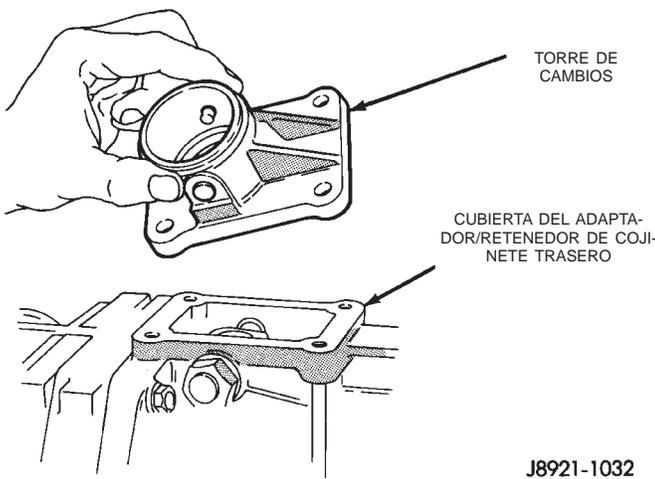
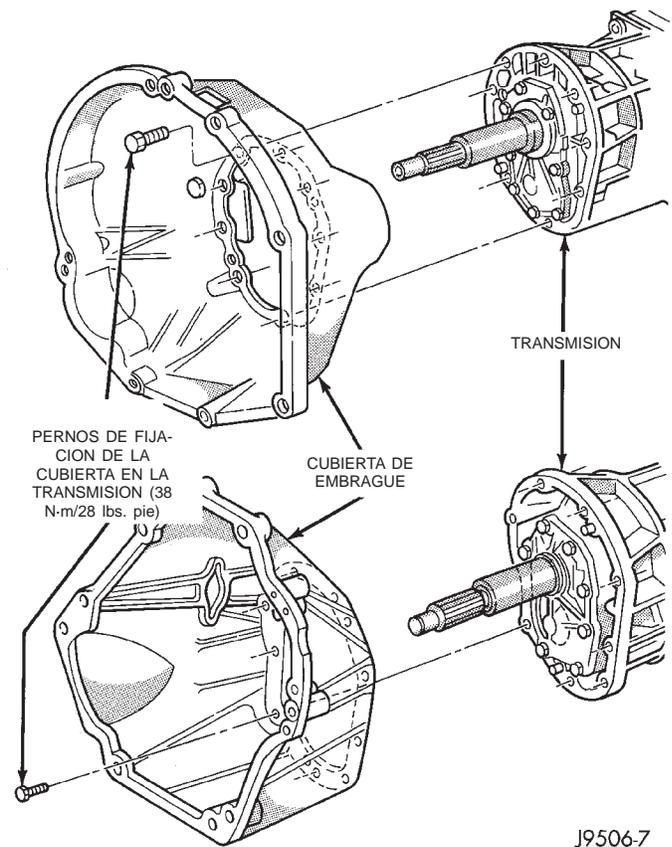

Fig. 16 Desmontaje de la torre de cambios
Fig. 18 Cubierta de embrague
- (1) Drene el lubricante de la transmisión, si fuese necesario.
- (2) Retire el cojinete de desembrague y la palanca.
- (3) Retire los pernos de la cubierta del embrague y retire la cubierta (Fig. 18).
- (4) Retire el adaptador del velocímetro y el sensor de velocidad del vehículo, si fuese necesario.
- (5) Retire los pernos que fijan la torre de cambios a la caja de transmisión.
- (6) Retire la torre de cambios de la caja de transmisión (Fig. 16).